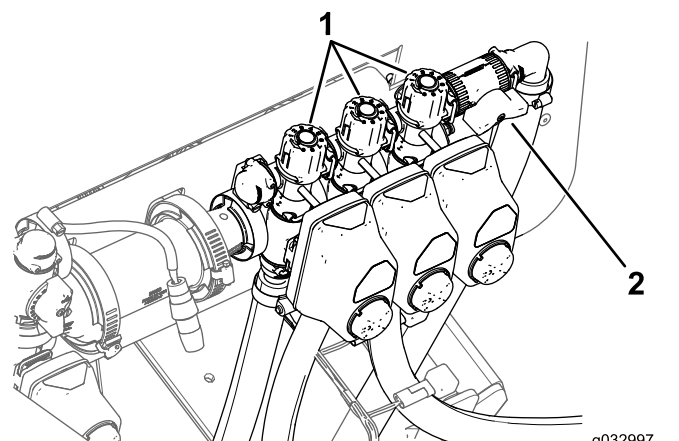

Figura 48
9. Desligue a rampa esquerda e ajuste o manípulo de derivação da rampa (Figura 48) até que a leitura da taxa se encontre no nível anterior.
11. Ajuste o manípulo de derivação da rampa direita (Figura 48) até que a leitura da taxa se encontre no nível anterior.
13. Ajuste o manípulo de derivação da rampa central (Figura 48) até que a pressão se encontre no nível anterior.